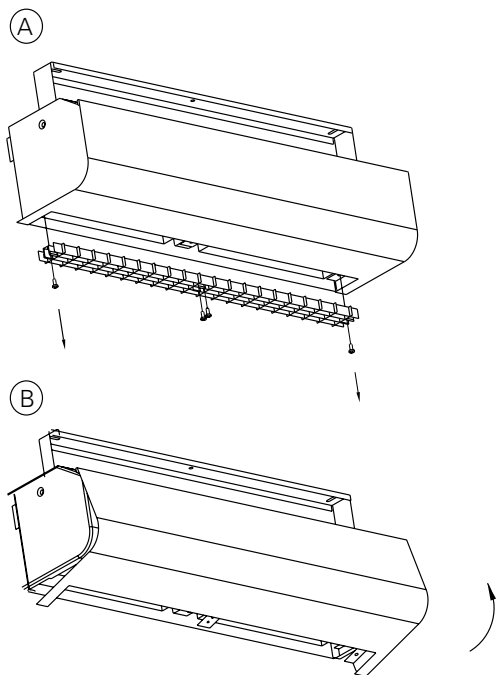

Fig. 3: To open
2. Lossa skruvar på insugsgaller och ta bort galler. Se A i fig. 3.
3. Lyft front. Se B i fig. 3.